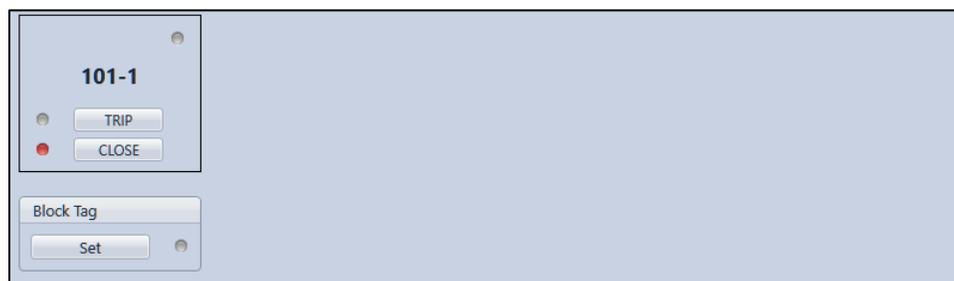

图 48-2. 断路器控制开关控制界面
1. 使用测量资源浏览器打开控制、断路器控制开关分支（图 48-2）。